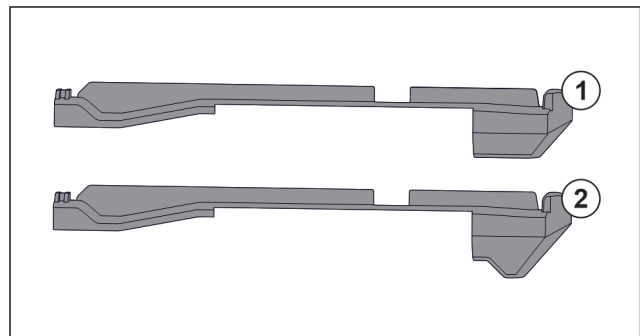

Fig. 108 Porównanie elementów nasadzanych
W urządzeniu znajdują się dwa różne elementy nasadzane. Element nasadzany nad najniższą szufladą Fig. 108 (2) posiada trójkątną krawędź. Wszystkie pozostałe elementy nasadzane Fig. 108 (1) mają prostą krawędź.
- ▶ Element nasadzany Fig. 108 (2) z trójkątną krawędzią umieścić nad najniższą szufladą.
- ▶ Element nasadzany Fig. 108 (1) z prostą krawędzią umieszczać we wszystkich pozostałych miejscach.